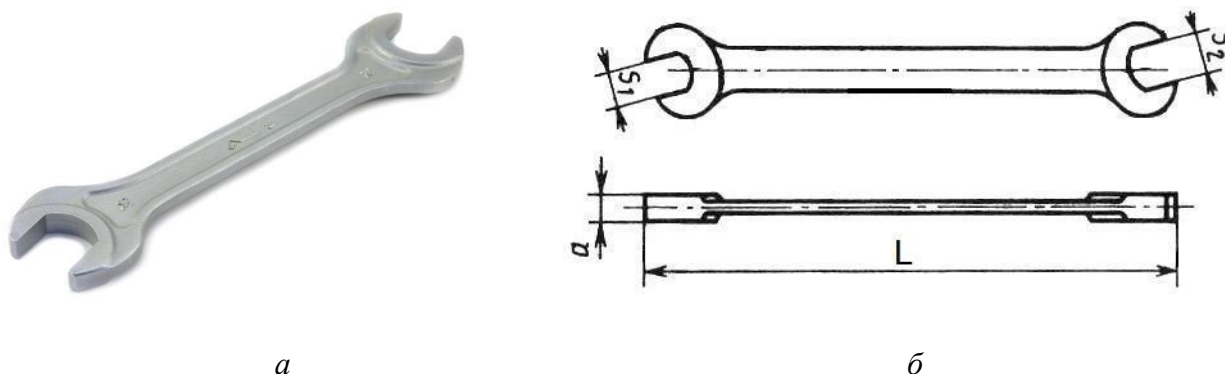

Рис. 1.5. Рожковый гаечный ключ:
5. Пользуясь «Марочником сталей и сплавов», выбрать марку стали для изготовления рожкового гаечного ключа для комплекта слесарных инструментов, применяемых в условиях севера (рис.1.5). Производство комплектов слесарных инструментов мелкосерийное.